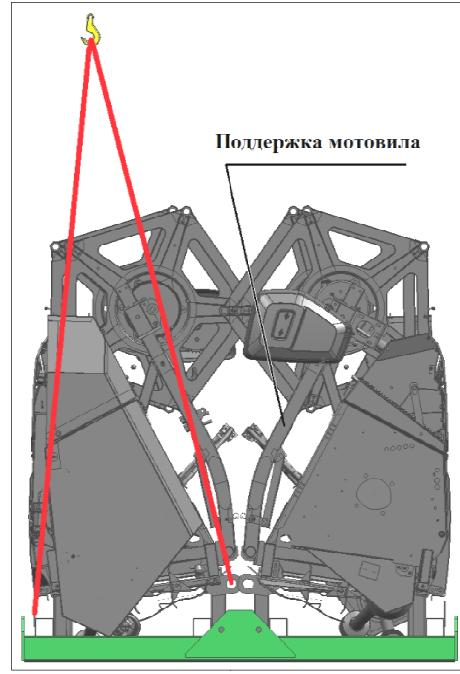

Рисунок 8.18
- 3) обвязать жатки проволокой между собой (через отверстия ушей на траверсах обоих жаток), обвязать поддержки мотовила (рисунок 8.18).